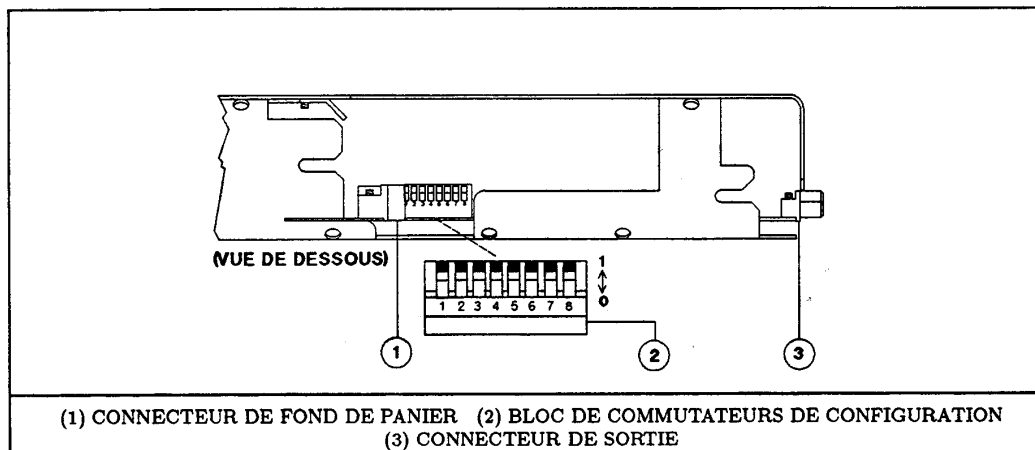

Figure 4. Commutateurs de configuration du module
La Figure 4 représente l'emplacement du bloc de commutateurs de configuration du module. Le Tableau 6 indique leurs fonctions et leur paramétrage usine par défaut. Consultez-le si vous devez modifier l'une des valeurs de configuration par défaut.
Le commutateur 6 du bloc de paramétrage (Voir Figure 4) détermine l'état du module à sa mise sous tension. Lorsque celui-ci est en position de réglage usine par défaut (1), le module passe dans l'état Réinitialisation (*RST). Les paramètres de cet état figurent dans le paragraphe *RST du Guide de programmation en anglais. Si vous mémorisez vos propres paramètres dans le registre 0 (SAV 0) et que vous positionnez le commutateur 6 sur 0, le module passera dans cet état à chaque mise sous tension.
- Paramétrage (voir Figure 4).